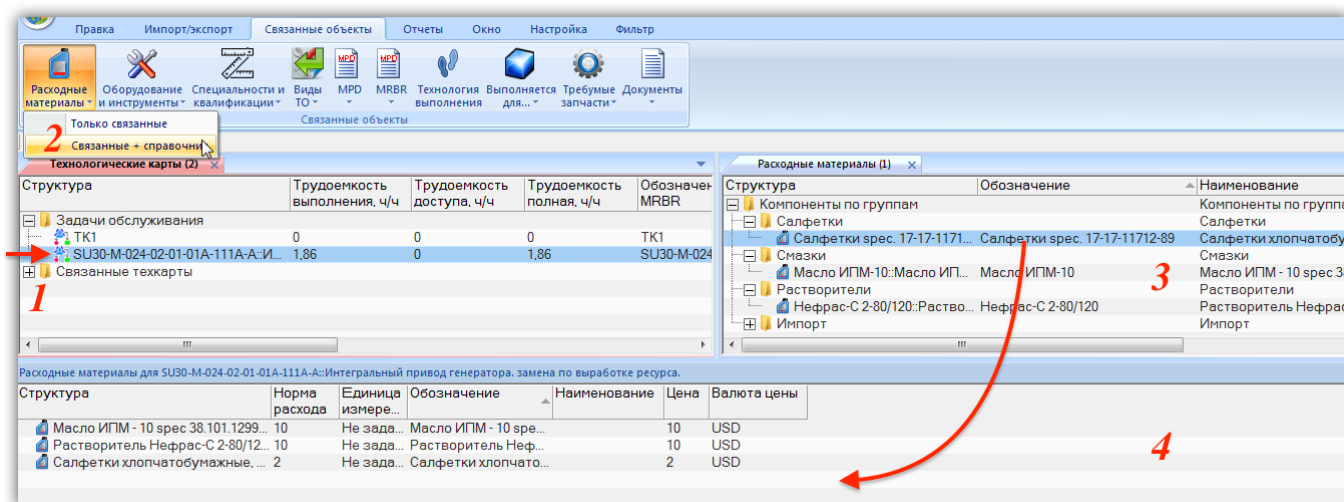

Рис. 12-57 – Расходные материалы, используемые при выполнении ТК
- 1) Выбрать техкарту в рабочем окне «Технологические карты» (1 на рис. 12-57).